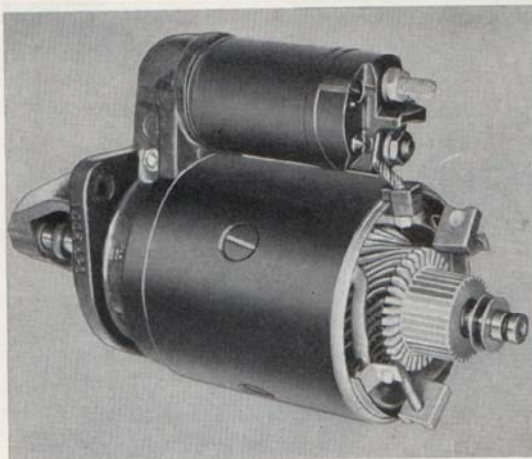

Bild 46. Startmotor med demonterad borsibrygga.
6. Lossa borsthållarplattan från rotoraxeln. OBS! brickorna, bild 46.